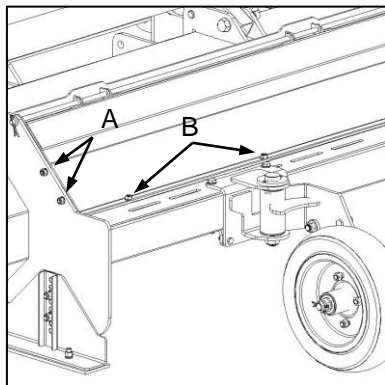

Fig. 3
- ✔ Remove all bolts retaining the discharge chute (Fig. 3-A / B).
- ✔ Verwyder alle boute wat die afvoergeut in posisie hou (Fig. 3-A / B).